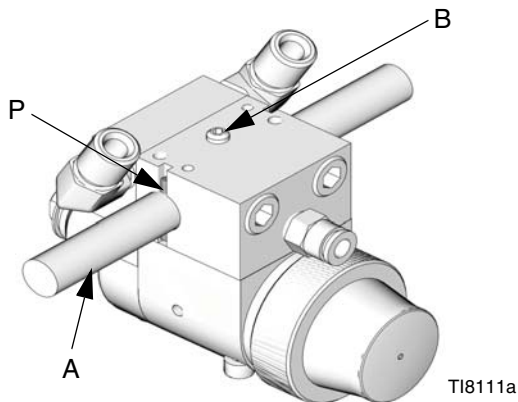

図 . 3: 反転するアームの取り付け
1. 図 . 3 にある様にマニホルドにある穴から取り付けバー (A) を差し込みます。